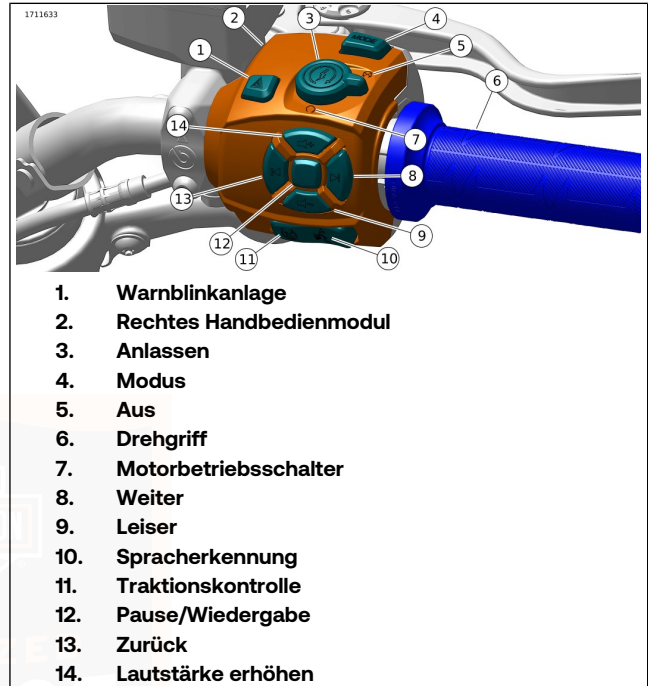

Abbildung 42. Rechtes Schaltermodul
Siehe Abbildung 42. Der Warnblinkerschalter (1) dient zur dauerhaften Aktivierung des Vierfach-Warnblinkers bei einem
Siehe Abbildung 42. Die Modustaste (4) drücken, um den Fahrmodus zu ändern.
Siehe Abbildung 42. Den Motorbetriebsschalter in Stellung OFF (AUS) (5) drücken, um den Motor abzustellen.
Siehe Abbildung 42. Den Motorbetriebsschalter in Stellung RUN (BETRIEB) (7) drücken, damit der Motor starten und laufen kann. Der Motorbetriebsschalter muss sich in der Stellung RUN (BETRIEB) befinden, damit der Motor angelassen und betrieben werden kann.
Siehe Abbildung 42. Den Motorbetriebsschalter in Stellung RUN (BETRIEB) (3) drücken, damit der Motor starten kann.
1. Den Motorbetriebsschalter in Stellung RUN (BETRIEB) (7) drücken. Siehe FUNKTIONSWEISE > ANLASSEN DES MOTORRADS (Seite 144) .
2. Den Anlasserschalter (3) drücken, um den Antrieb zu aktivieren.
Siehe Abbildung 42. Die „Zurück“-Taste (13) drücken, um die vorherige Mediendatei auszuwählen.
Siehe Abbildung 42. Die „Weiter“-Taste (8) drücken, um die nächste Mediendatei auszuwählen.
Siehe Abbildung 42. Die „Wiedergabe/Pause“-Taste (12) drücken, um die aktuelle Mediendatei wiederzugeben oder anzuhalten.
Siehe Abbildung 42. Die „Lautstärke erhöhen“-Taste (14) drücken, um die Lautstärke zu erhöhen.
Siehe Abbildung 42. Die „Lautstärke verringern“-Taste (9) drücken, um die Lautstärke zu verringern.
Siehe Abbildung 42. Die Spracherkennungstaste (10) aktiviert die Spracherkennungsfunktionen an einem angeschlossenen Mobilgerät.
Siehe Abbildung 42. Die Traktionskontrolle-Taste (11) aktiviert und deaktiviert das Traktionskontrollsystem.